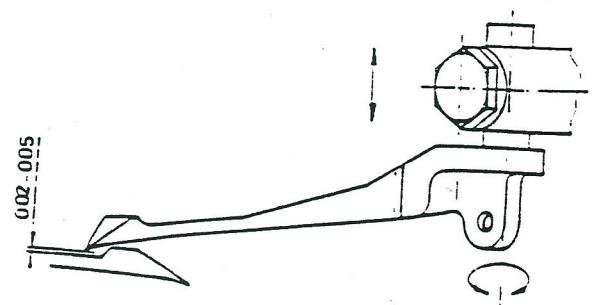

Abb. 6
- Den Obergreifer durch Verschieben und Verdrehen so einstellen, daß die Spitze des Obergreifers im Abstand von 0,02...0,05 mm hinter der Klinge des Untergreifers vorbeiswingt. (Abb. 6)
- Einstellmaß 0,07 - 0,05 mm (Abb. 6) an der Kreuzungsstelle Untergreifer - Obergreifer überprüfen und gegebenenfalls durch Verschieben des Greifers korrigieren.